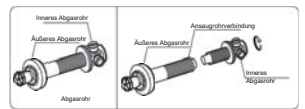

Abb. 4
3. Trennen Sie das innere und äußere Abgasrohr durch Drehen voneinander. Gleichzeitig befestigen Sie die Ansaugrohrverbindung am äußeren Abgasrohr (Abb. 4).